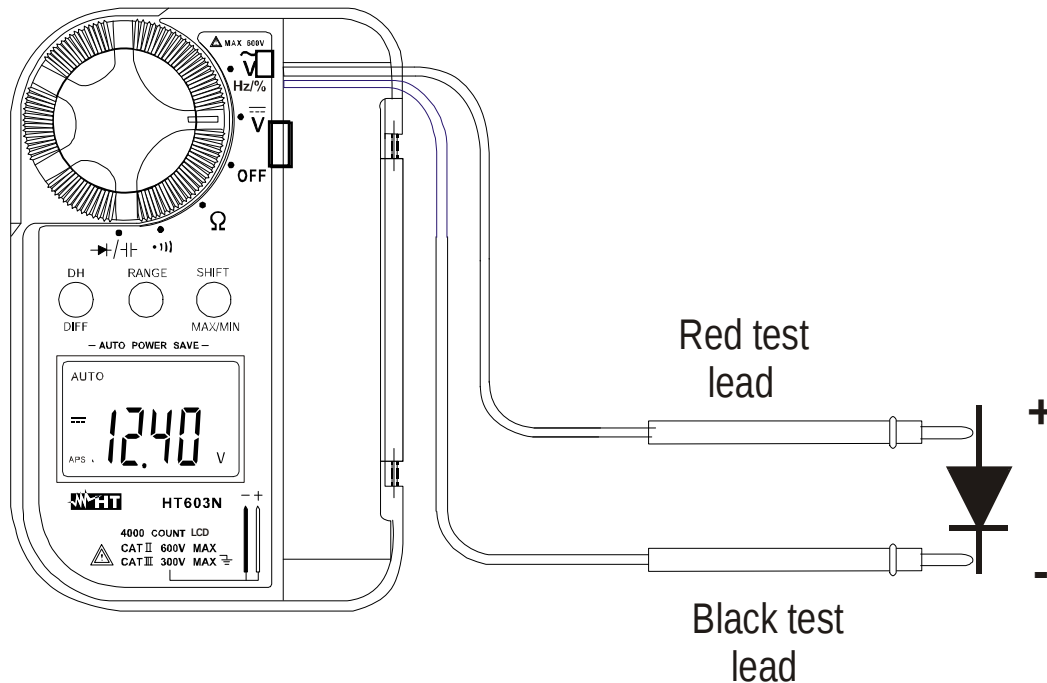

Abb. 7 :Diodentest
2. Verbinden Sie die Messleitungen mit der zu testenden Diode unter Berücksichtigung der Polarität (s. Abb. 7).